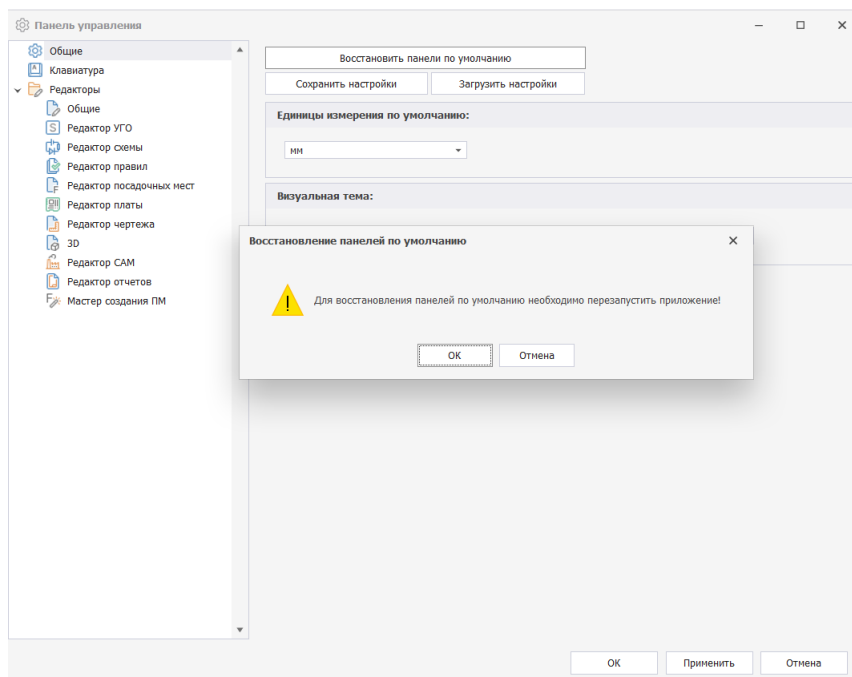

Рис. 46 Восстановление отображения панелей по умолчанию
1. Нажмите кнопку «Восстановить панели по умолчанию» (см. Рис. 46).